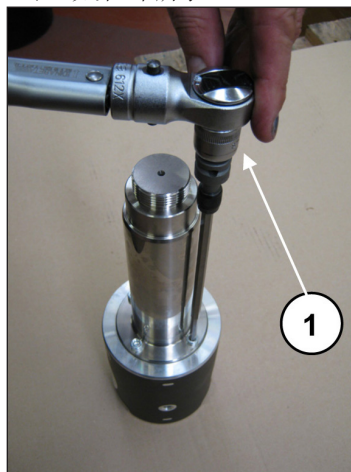

图 41
利用专用工具锁定活塞导承，接着用扭力扳手进行螺丝的调节(①，图 41)，如第3章所示。